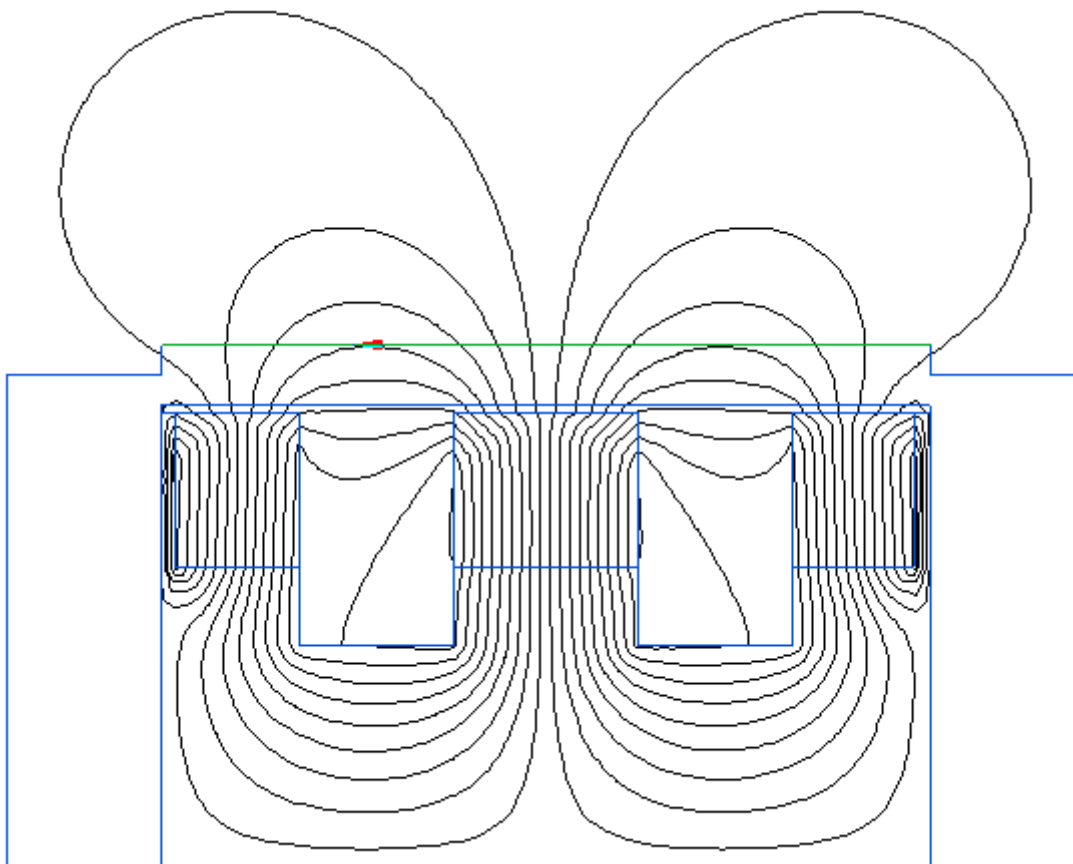

Рисунок 8 – Результаты решения задачи магнитостатики (пример).
12. На следующем шаге можно перейти к решению созданной вами задачи. Для этого необходимо выбрать команду «Решить» () во второй строке меню. После решения задачи будет предложено посмотреть на результаты решения (рис. 8).